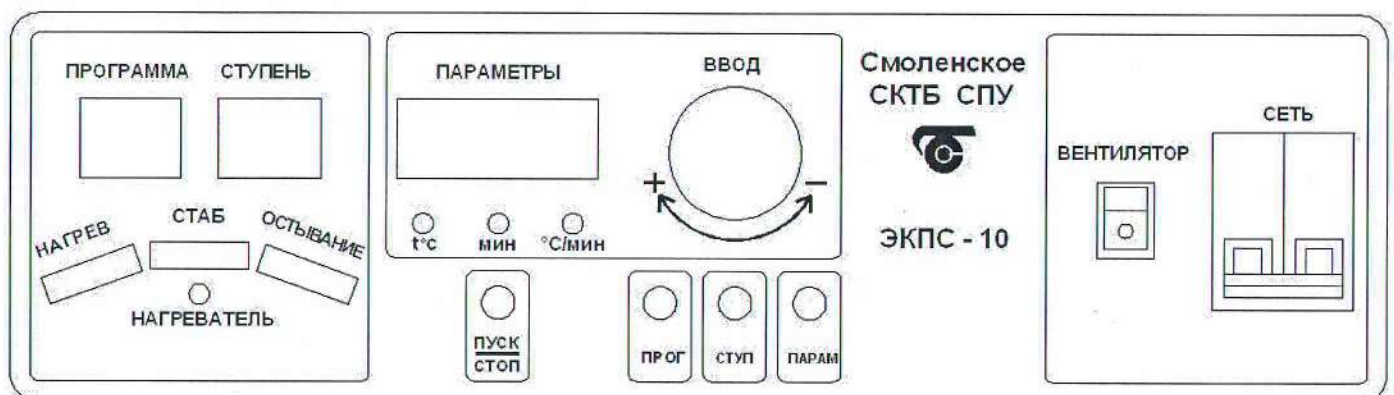

Рис. 3 – Лицевая панель электропечи с многофункциональным блоком МКУ
8.1.3 Включить выключатель «СЕТЬ» на лицевой панели электропечи (рис. 3), при этом на цифровом индикаторе «Программа» загорится номер 1 программы, на цифровых индикаторах «Степень» загорится 1 степень, на индикаторах «Параметры» значение заданной температуры на 1 ступени и светодиодный индикатор «t °C». Цифровые индикаторы «Программа» включены в мигающем режиме – регулятор находится в режиме «ВВОД».